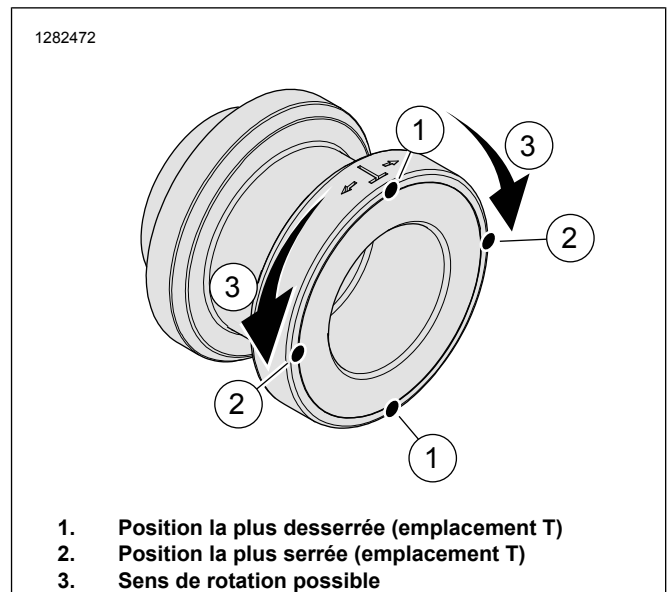

Figure 6. Plats du point d'ancrage
- a. Voir la Figure 6. Pour ajuster, tourner (3) par petits incréments pour que le « T » (1) ne soit plus sur le dessus et qu'il s'approche de l'une ou l'autre des positions (2).
- c. Continuer la rotation par petits incréments et faire des essais jusqu'à ce que le serrage désiré soit atteint. La position la plus serrée possible est lorsque les « T » atteignent la position (2).
3. Voir la Figure 6. Si les « T » ne sont pas à la position la plus serrée (2), tourner légèrement les points d'ancrage, ce qui déplace les « T » vers (2) jusqu'à l'obtention d'un ajustement serré de l'accessoire amovible à chaque emplacement.